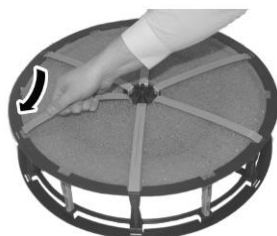

Рис. 26
9. Разместите ремни и зафиксируйте их на месте (рис. 26).